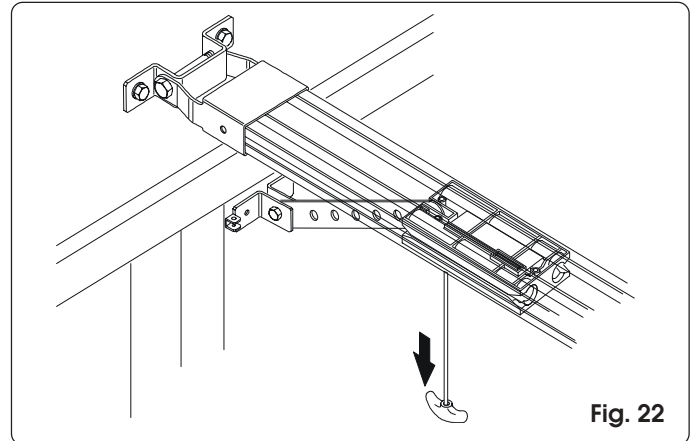

Fig. 22
- 3) Tirare la maniglia di sblocco verso il basso e controllare che sia possibile muovere manualmente la porta (fig. 22).